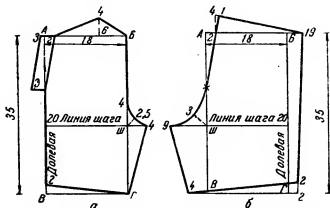

Рис. 111. Построение чертежа коротких штанишек для мальчиков дошкольного возраста:
**Построение чертежа передней половинки штанишек.** Проводят горизонтальную линию плана — 18 см (рис. 111, а) из расчета  $\frac{1}{4}$  окружности бедер плюс 2 см на свободное облегание (для всех размеров):
Построение чертежа задней половинки штанишек. Проводят линию плана — 18 см (рис. 111, б) из расчета
**Раскрой и шитье.** При крое штанишек линию БГ (см. рис. 111) укладывают на ткань по долевой нити. При крое коротких штанишек на швы прибавлять не надо, так как припуски на швы учтены при построении чертежа.